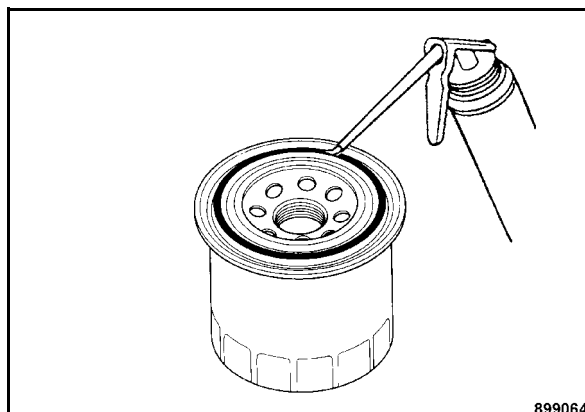

Рис. 95
- Слегка смазать резиновую прокладку нового фильтрующего элемента (Рис. 95).